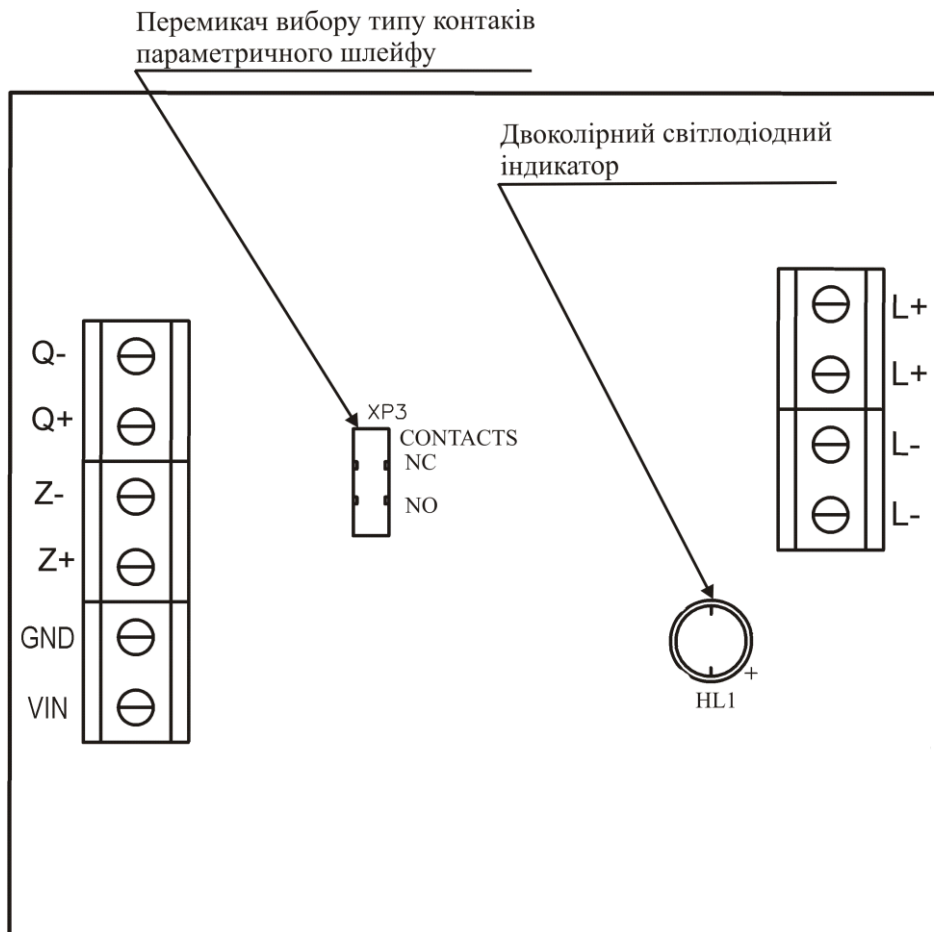

Рисунок 1 – Плата AM-1
Параметричний шлейф АМ-1 працює з пожежними сповіщувачами (або іншими технологічними датчиками), контакти яких замикаються (НР контакти) або розмикаються (НЗ контакти) при пожежі, тип контактів задається перемикачем CONTACTS (див. рисунок 1), положення NC (НЗ) – контакти, що розмикаються в стані «Пожежа», положення NO (НР) – контакти, що замикаються в стані «Пожежа». Ініціалізація типу контактів відбувається при подачі живлення, тому джампер встановлюється в необхідне положення перед подачею живлення на АМ-1.
1) «Норма» - світлодіодний індикатор (рисунок 1) блимає зеленим кольором один раз з інтервалом 8 секунд;